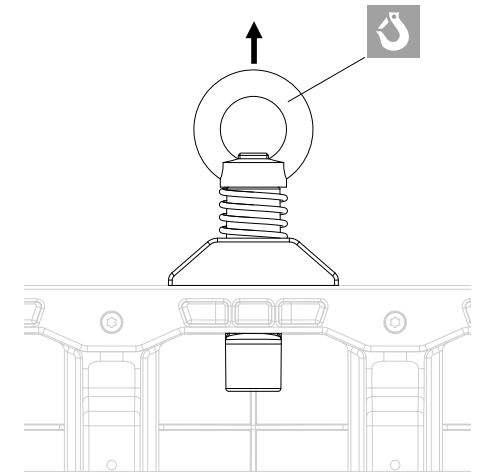

Fig. 9
- La forza elastica della molla assicura l'anello di sollevamento DUO al telaio. (Fig. 9)
Una volta montato, l'anello di sollevamento DUO diventa parte integrante del carico. Al termine della movimentazione con la gru, l'anello di sollevamento DUO rimane fissato all'elemento. (Fig. 9)